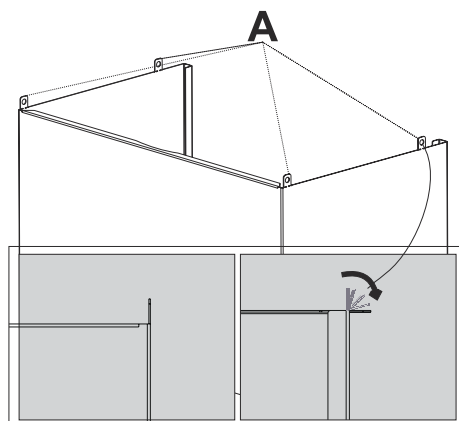

Fig. 17
6. ➔ Puxar a conduta interior através da conduta exterior. Conduta interior tem 4 peças de montagem na mesma. Dobrar estas peças interiores para fora 90° (Fig. 17).